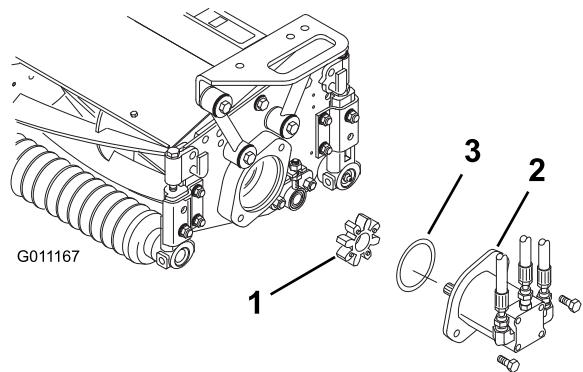

図 21
- ベアリング・ハウジングについているスピーダ・カップリング（図21）を探し出す。